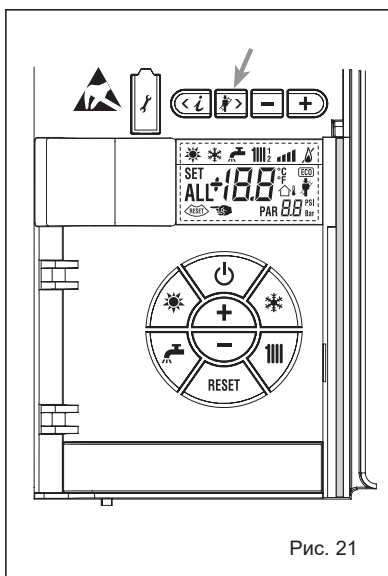

Рис. 21
4.4.2 Функция очистки труб (Рис. 21)